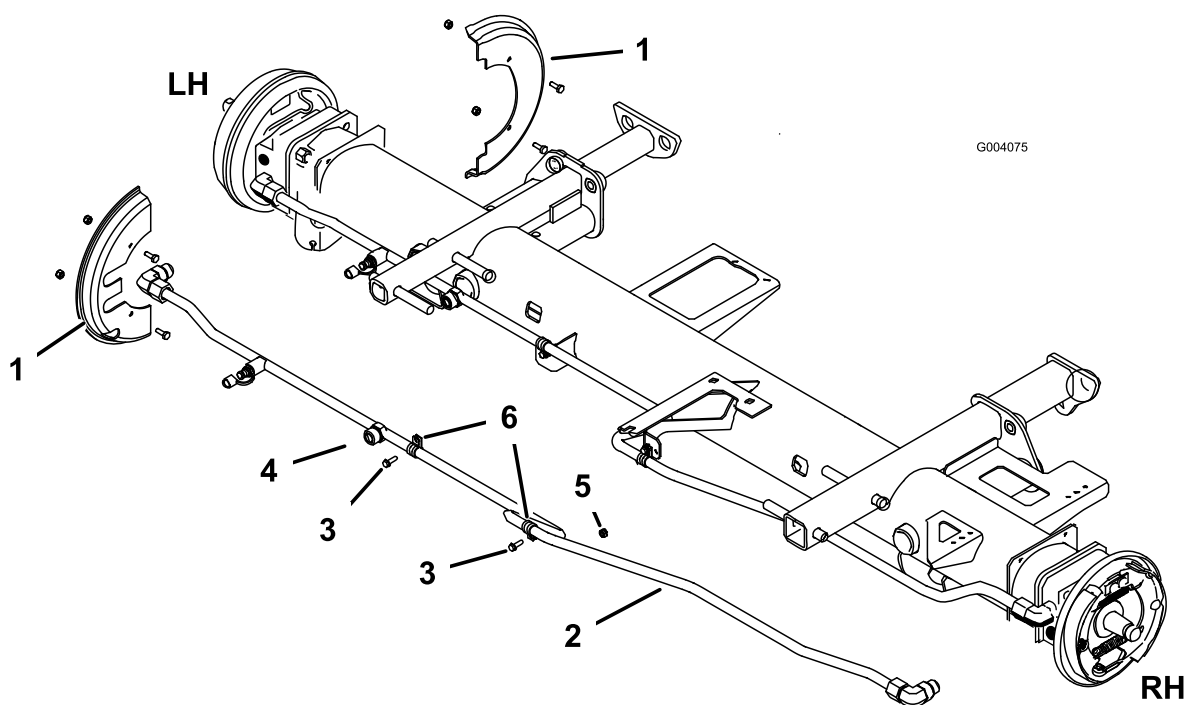

Рисунок 10
3. Открутите винты с головкой и гайки, которыми крепятся грязезащитные щитки колес к передним фланцам оси (Рисунок 10).
4. Отсоедините гидравлический патрубок от верхнего штуцера на переднем левом приводе колеса, а также от нижнего штуцера на переднем правом приводе колеса (Рисунок 10).
5. Снимите R-образные хомуты, которые крепят патрубок к раме (Рисунок 10), а также кабельные стяжки, которые крепят тормозные тросы к гидравлическим патрубкам.
6. Отсоедините левый шланг от насоса с переменной производительностью и гидравлического патрубка (Рисунок 10). Также снимите 45-градусный штуцер с нижней части насоса с переменной производительностью (Рисунок 10).
6. Установите грязезащитные щитки колес на фланцы переднего моста с помощью снятых ранее винтов с головкой и гаек (Рисунок 10).